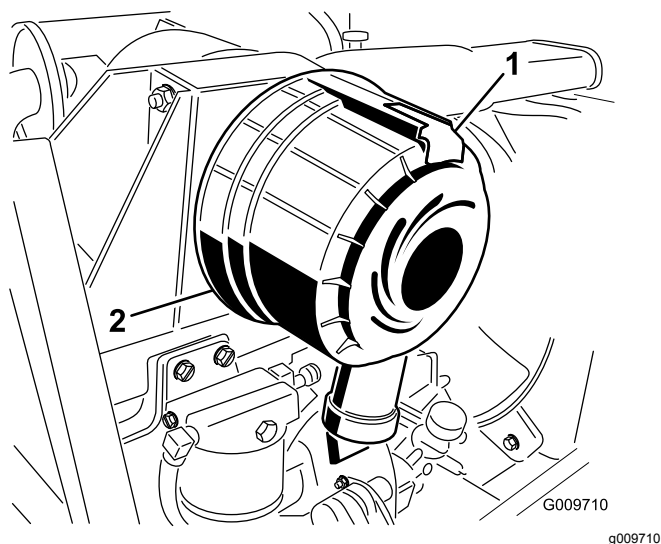

Figura 33
1. Tire hacia fuera del enganche y gire la tapa del limpiador de aire en sentido antihorario (Figura 33).